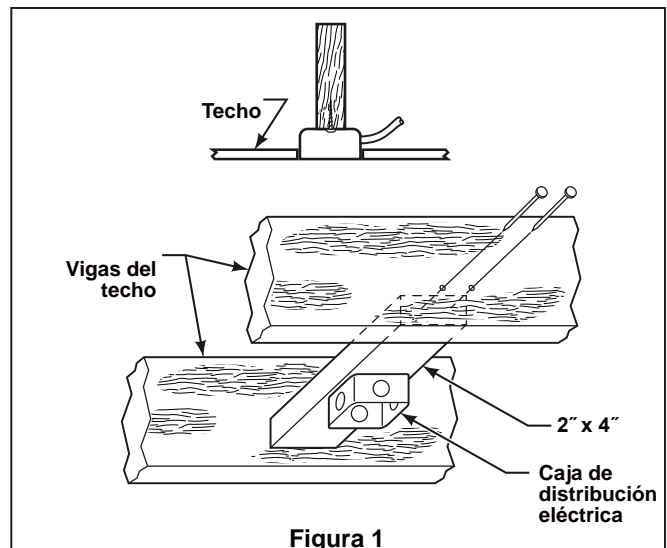

Figura 1
Su nuevo ventilador de techo requiere una línea de suministro eléctrico con conexión a tierra de 120 voltios de CA, 60 Hz, circuito de 15 amperios. La caja de distribución eléctrica debe estar bien asegurada y debe ser capaz de soportar una carga de, al menos, 15,9 kg (35 lb). La Figura 1 muestra diversas configuraciones estructurales que podrían utilizarse para montar la caja de distribución eléctrica.
1. Extraiga la pieza de la bola colgante de la unidad de la bola colgante / varilla aflojando el tornillo de presión de la bola colgante hasta que la bola se libere de la varilla. Retire el pasador del barral y luego extraiga la semiesfera. Conserve el pasador y la semiesfera para su reinstalación en el Paso 6 (Figura 1).